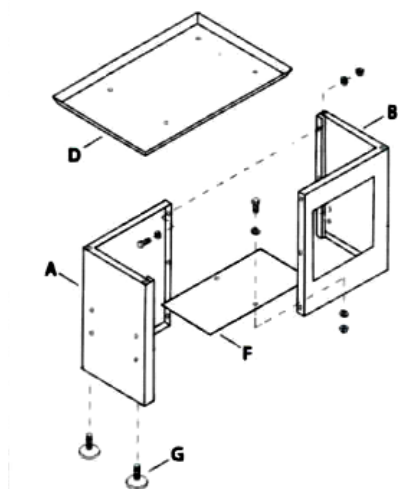

Рис.1
Установите дно (F) и закрепите двумя болтами с шайбами и гайками. (рис. 1)